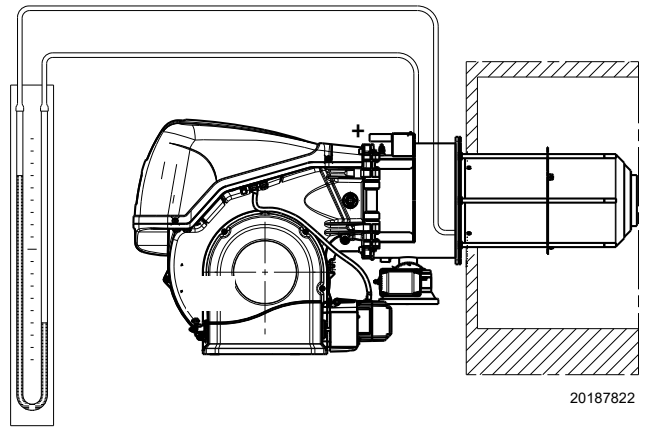

Abb. 27
- Ein U-Rohr-Manometer oder einen Differenzdruckmesser (Abb. 27) mit Anschluss (+) am Gasdruck der Muffe und (-) in der Brennkammer montieren.
Das U-Rohr-Manometer (Abb. 27 auf Seite 32) zeigt den Gaseintritt an der Muffe an.
Ein Richtwert kann den Abb. 22 und Abb. 23 auf Seite 27 entnommen werden. Es genügt, den Gasdruck am U-Rohr-Manometer abzulesen (in der Abb. 27 auf Seite 32 gezeigt) und den Anweisungen zu folgen.